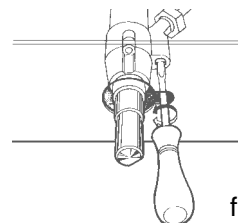

fig.10
- Haal de bedieningsknop van de regelkraan af en draai aan de stelschroef (fig.10) die zich naast het stangetje van de regelkraan bevindt, gebruik daarbij een schroevendraaier (als u de schroef losser draait neemt het minimumvermogen toe, als u de schroef strakker draait neemt het minimumvermogen af).